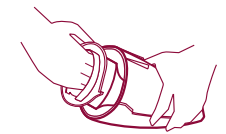

Fig. 12
- Nehmen Sie die Filterhalterung heraus. (fig. 12)